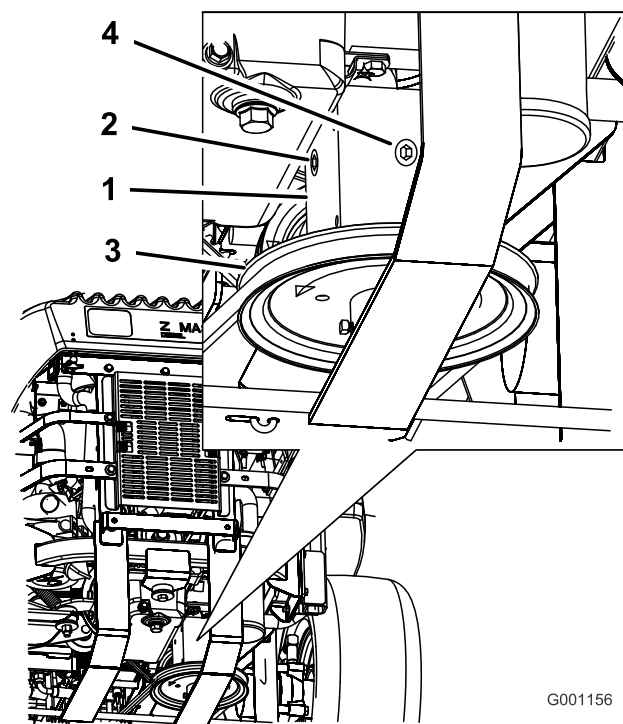

Figure 80
3. Enlevez le bouchon latéral ou arrière du boîtier d'engrenages (Figure 80).